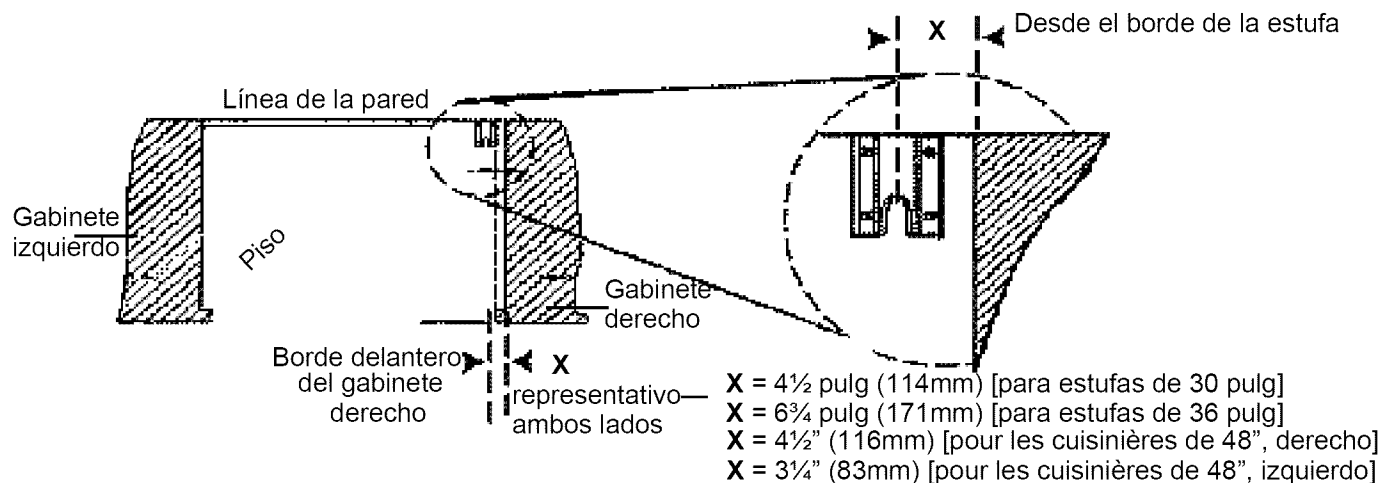

Figura 8: Colocación del dispositivo antivolcadura (vista superior)
1. Coloque el soporte sobre el piso en la posición indicada en la *Figura 8* (Se puede usar el soporte en cualquier esquina del área de instalación).